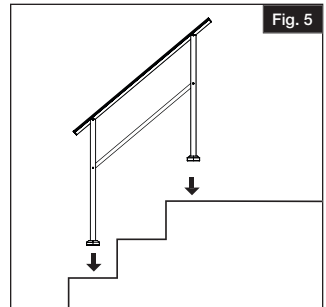

Fig. 5
- Colocar el panel montado en los escalones en la ubicación deseada (Fig. 5).